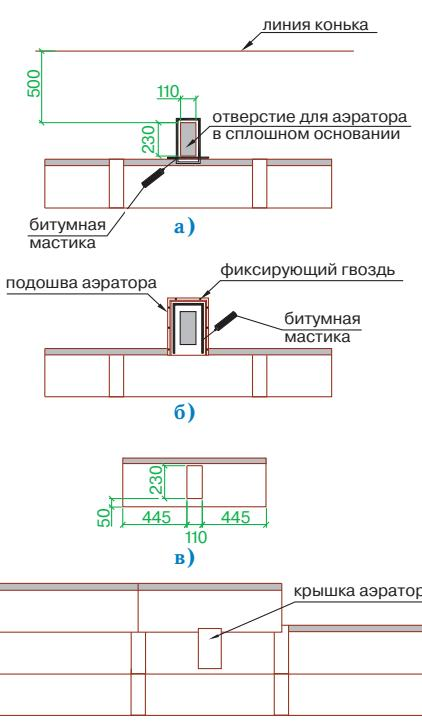

Рис. 5
### Установка аэратора (рис. 5)
- В сплошном основании кровли прорезается отверстие 11–23 см, расположенное согласно рис. 5а;
- корпус аэратора устанавливается поверх отверстия и фиксируется гвоздями из нержавеющей стали; по верхней и боковым сторонам подошвы корпуса также наносится битумная мастика (рис. 5б);
- далее укладывается очередной ряд черепицы; подошва аэратора при этом закрывается листом ПРЕСТИЖ НОВЫЙ РИМ с заранее прорезанным в нем отверстием (рис. 5в);
- на корпус аэратора устанавливается крышка, которая фиксируется нажатием (до щелчка) (рис. 5г).